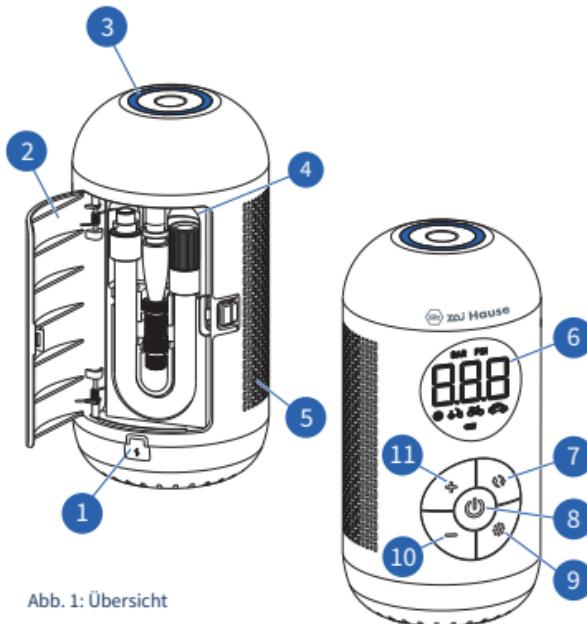
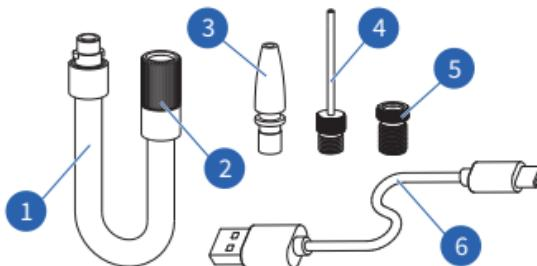

Abb. 1: Übersicht
Abb. 2: Zubehör
Schrader-Ventil (Abb. 2/2): Die Luftpumpe kann direkt an ein Schrader-Ventil angeschlossen werden. Mit diesem Ventiltyp sind beispielsweise die Reifen von Pkw, Motorrädern, E-Bikes und den meisten Mountainbikes ausgestattet.
Kunststoffdüsenadapter (Abb. 2/3): Der Kunststoffdüsenadapter wird beispielsweise zum Aufpumpen von Spielzeug, Luftbetten oder Schwimmringen verwendet.
Nadelventiladapter (Abb. 2/4): Der Nadelventiladapter wird beispielsweise für Bälle wie Fußball oder Basketbälle verwendet.
Presta-Ventiladapter (Abb. 2/5): Der Presta-Ventiladapter wird beispielsweise für Reifen von Fahrrädern oder bestimmten Mountainbikes verwendet.
1. Stecken Sie den Stecker des Ladekabels (Abb. 2/**6**) in die Ladebuchse (Abb. 1/**1**) und stellen Sie den ordnungsgemäßen Sitz des Steckers (Abb. 3) sicher.
Die Ladezustandsanzeige (Abb. 1/6) auf dem Display wird je nach der verbliebenen Akkuladung der Luftpumpe in unterschiedlichen Farben angezeigt.
1. Öffnen Sie die hintere Gehäuseklappe (Abb. 1 / **2**).
2. Entnehmen Sie Luftschlauch und Luftventiladapter aus dem Gehäuse (Abb. 1 **4**).
- › Auf der Oberseite des Werkzeugs befindet sich eine ringförmige LED-Leuchte (Abb. 1/3), die ein- bzw. ausgeschaltet werden kann.